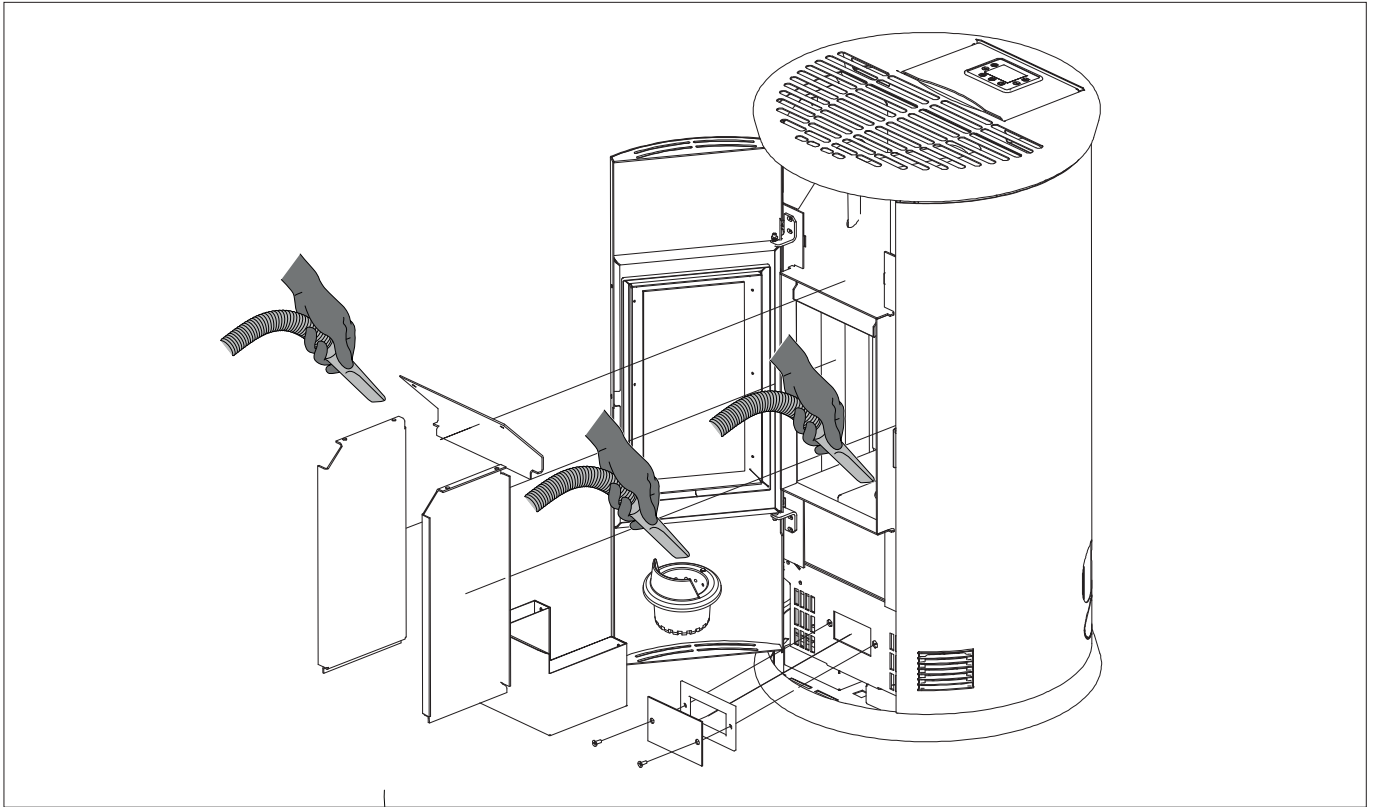

Fig. 3
Ogni 400 kg di pellet bruciato o una volta a stagione, è necessario pulire l'eventuale deposito formatosi nel circuito fumi (fig.3).
- Rimuovere le viti e togliere la cornice (Fig 3).